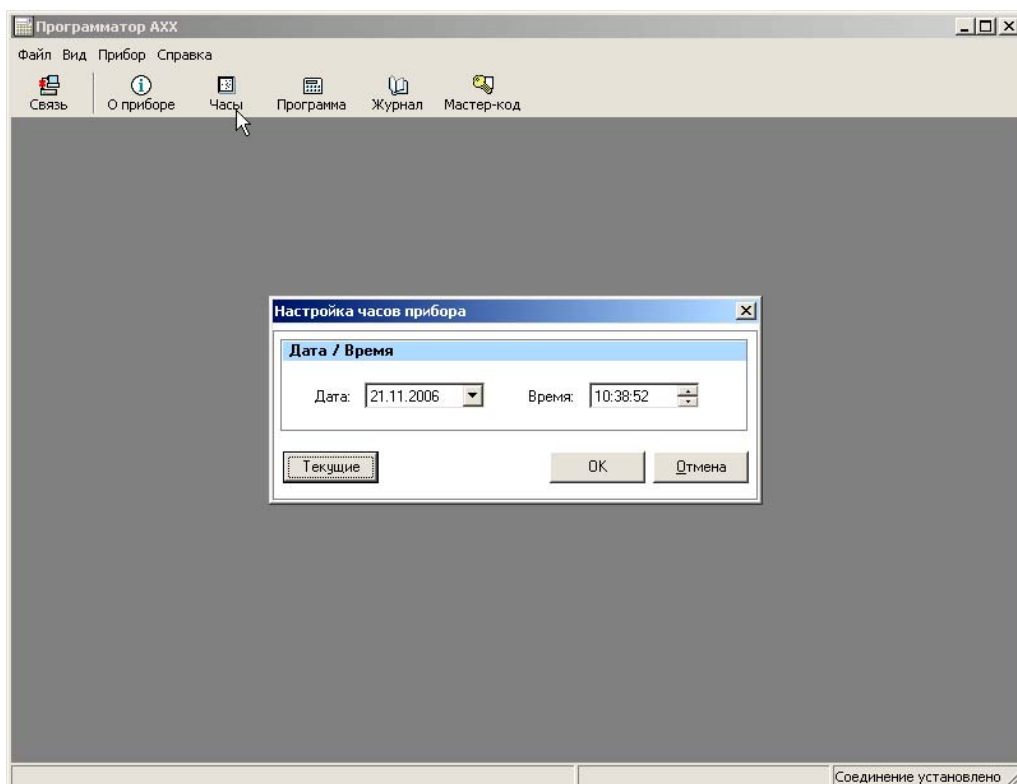

Рисунок 5 – Просмотр и синхронизация встроенных часов программируемого устройства
2.3.1.3 Сервисная иконка «Часы». Кликнув на иконку «Часы», возможно осуществить просмотр и синхронизацию встроенных часов программируемого устройства с часами реального времени, рисунок 5.